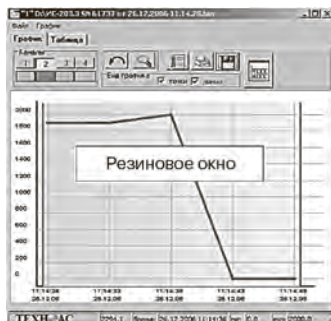

рис.20
- кнопки возврата - основной режим при работе с графиком - масштабирование. Масштабирование производится посредством резинового окна (рис.20). Для того чтобы увеличить график до необходимого размера, необходимо нажать и, не отпуская клавишу мыши, потянуть манипулятор мышь в произвольном направлении. В результате появится резиновое окно, которое и определяет область масштабирования графика.